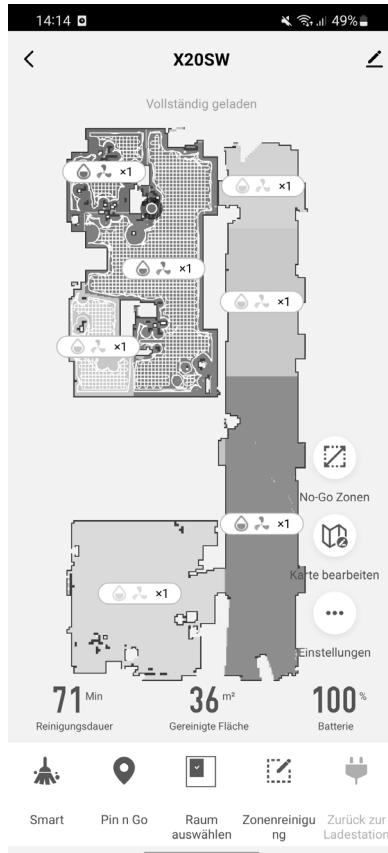

Fig. 11
- ▶ Pour ce faire, cliquez sur la zone «SMART» en bas de l'écran, comme indiqué dans la figure 11.